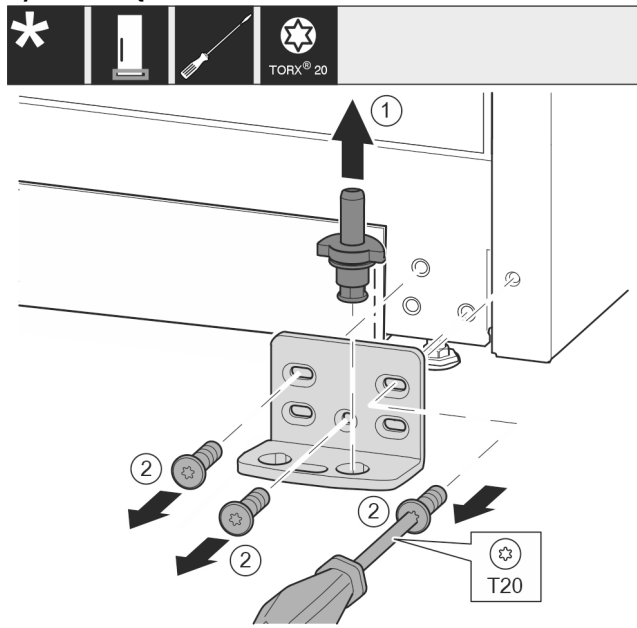

Fig. 12
- ▶ Kompletną płytkę zawiasu wyjąć w górę. Fig. 12 (1)
- ▶ Śruby wykręcić przy pomocy śrubokręta T20 i zdjąć płytkę zawiasu. Fig. 12 (2)